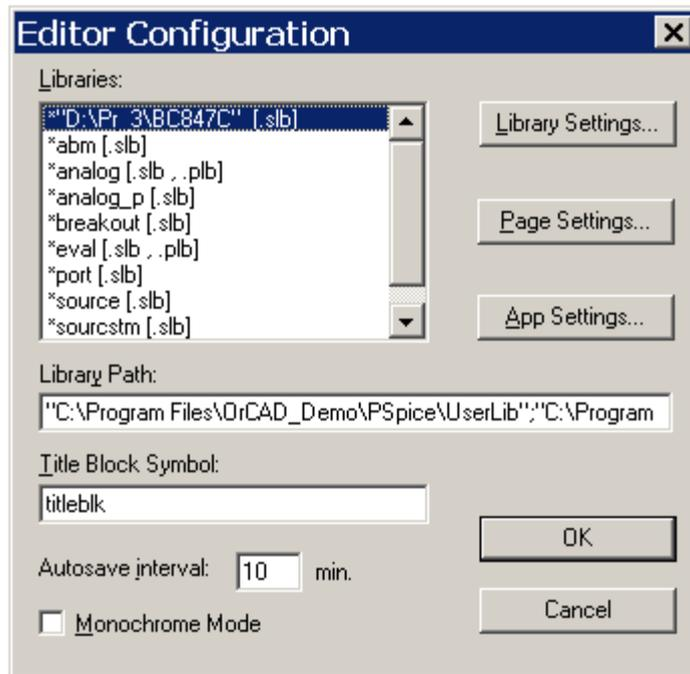
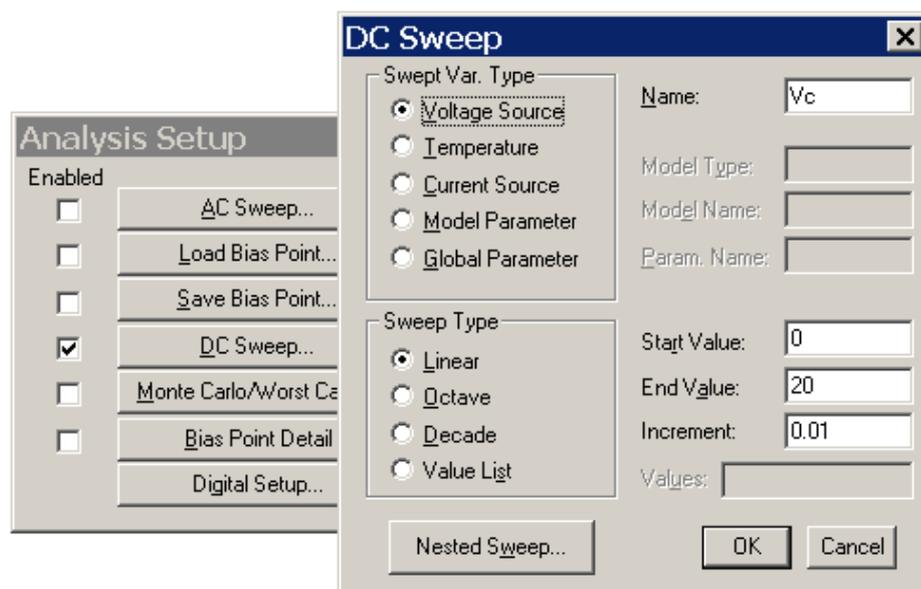

Рисунок 4.14 – Проверка библиотеки символов компонентов
Рисунок 4.15 – Выбор типа анализа и настройка основной переменной
Проверка подключения библиотеки символов осуществляется через меню **Options > Editor Configurations**, окно **рис. 4.14**. Если имени библиотеки символов нет в поле **Libraries**, ее подключают с помощью окна **рис. 4.15**, вызываемом нажатием кнопки **Library Settings** в окне **рис. 4.14**.
4.5.2 Выбрать тип анализа **DC Sweep** (рис. 4.15).